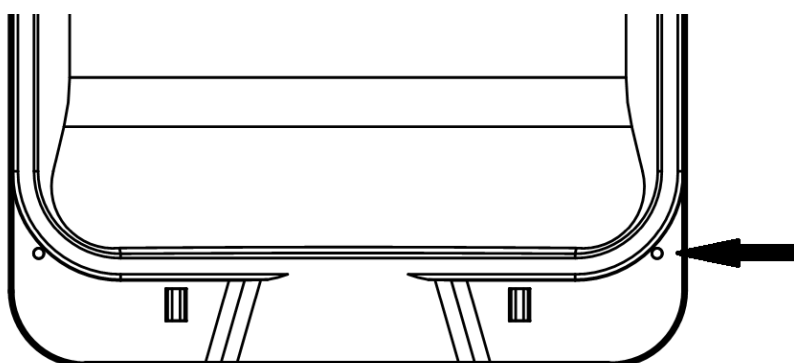

Рис. 4 Отверстия для пломбы.
2.3 Устройство имеет возможность установки проволоочного запорно-пломбировочного устройства на крышку (Рисунок 4).